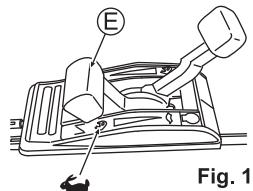

Fig. 16
2. Placez la manette des gaz (E) en position "P" pour commencer à tondre. (Voir Fig. 16)